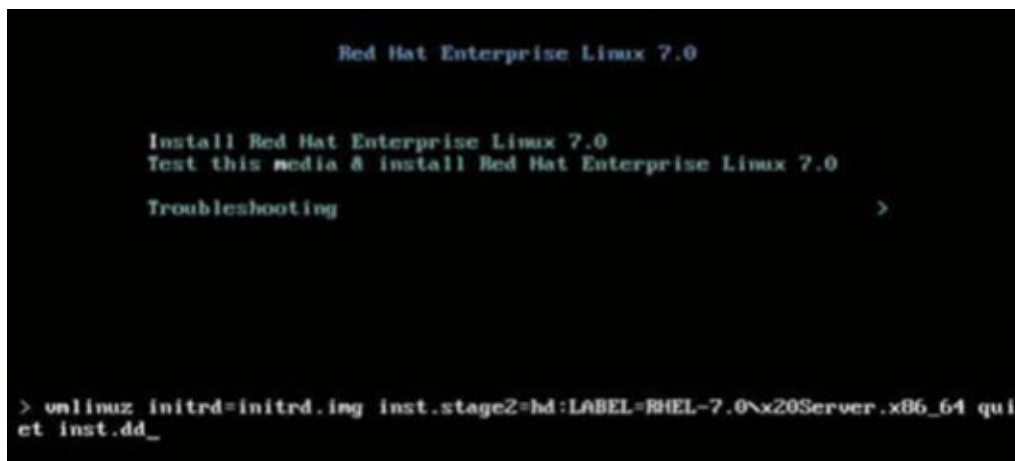

Ilustración 13-26. Cómo agregar la opción de instalación “dd”
3. Agregue la opción `dd` a la línea de comando de inicio, como se muestra en la Ilustración 13-26.